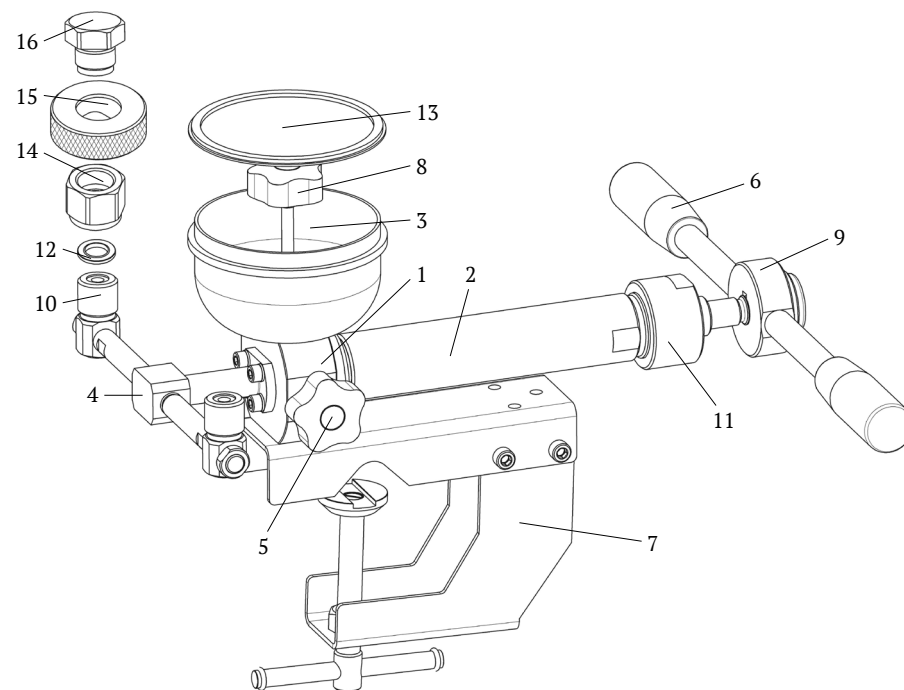

Рис. 1. Внешний вид прибора:
4.1 Пресс гидropневматический малогабаритный ПГМ состоит из бронзового корпуса 1 (Рис. 1), с присоединенным рабочим цилиндром
6.3 Надежно закрепите ПГМ на столешнице или трубе посредством трубочины 7 (Рис. 1).
6.5 Установите резинометаллические уплотнения 12 (Рис. 1) на стойки 10 и накрутите требуемого размера гайки присоединительные 14 (левая резьба) из комплекта ЗИП. Проверьте состояние вентиль рам-
6.6 Залейте 100 — 150 мл рабочей жидкости в стакан. Откройте *вентиль сброса давления 8*, отвернув иглу на 2-3 оборота до момента пока рабочая жидкость не появится в отверстиях стоек для поверяемых СИ. После этого вращением по часовой стрелке закройте *вентиль рампы 5* (Рис. 1) до упора, не прилагая больших усилий.
7.2 Проконтролируйте состояние и точность установки резинометаллических *уплотнений 12* (Рис. 1), состояние торцевых поверхностей *штуцеров* присоединяемых СИ.
7.4 Откройте *вентиль рампы 5* (Рис. 1), отвернув иглу на 0,5—1 оборота.
8.2 Ежедневное техническое обслуживание: произведите внешний осмотр, очистите от загрязнений и пыли — сухой, чистой ветошью. Проверьте наличие смазки на поверхности *ходового винта пресса 11* (Рис. 1). При её отсутствии или недостаточном количестве произвести смазывание поверхности винта консистентной смазкой ЛИТОЛ — 24 ГОСТ 21150-87.